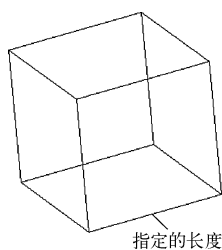

图 12-2 “立方体”命令方式
- 立方体 (C): 创建一个长、宽、高相等的长方体。图 12-2 所示为使用“立方体”命令创建的正方体。